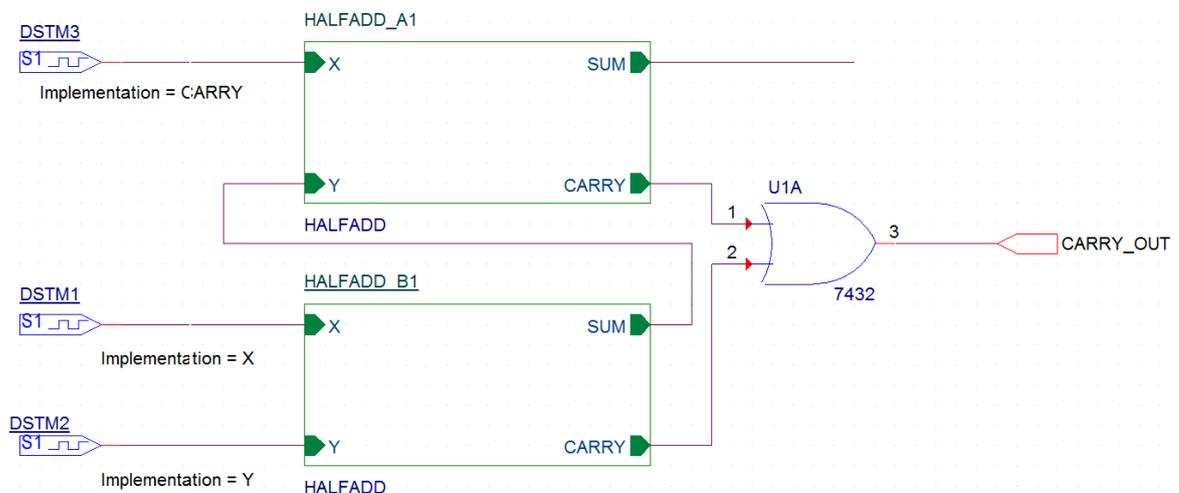

Рис. 8.15. Добавление выходного порта CARRY_OUT
22. Выберите Place Part, чтобы добавить выходной порт CARRY_OUT на выходе логического элемента ИЛИ (рис. 8.15).
- Поместите выходной порт, как показано на рис. 8.15.